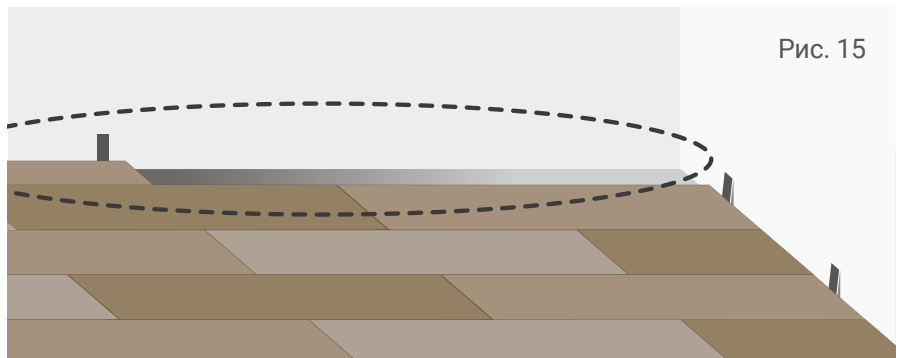

Рис. 15
8.3.5 В случае необходимости осуществить подрезку планок первого и/или последнего ряда до требуемой ширины (рекомендуемая ширина 7 – 10 см) (см. рис. 15).